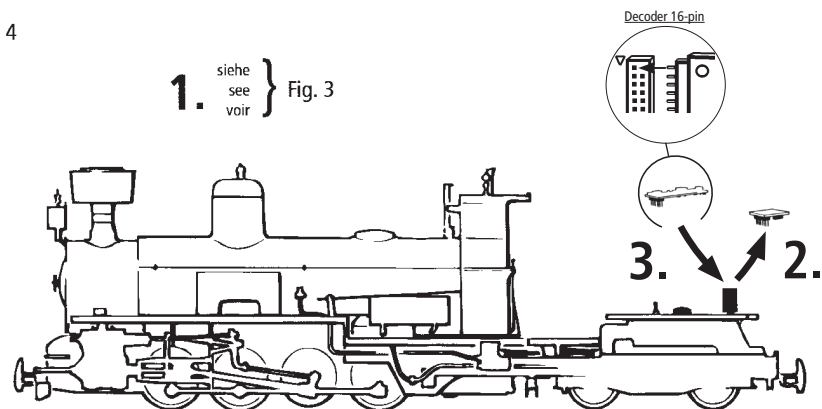

Fig. 5
**3. Haftreifenwechsel:** Zuerst Kurbelzapfen herausziehen (Fig. 5). Danach den Haftreifen mit einer Nadel oder einem feinen Schraubendreher abziehen. Beim Aufziehen des neuen Haftreifens darauf achten, dass dieser sich nicht verdreht.
**3. Change of traction tyre:** First pull out crank shaft pin (fig. 5). Remove tyre using a pin or a fine screwdriver. When pressing on the new traction tyre, please avoid twisting it
**3. Échange des bandages d'adhérence:** Retirer le pivot de manivelle (fig. 5). Délogez ensuite les essieux bandages et enlevez, à l'aide d'une aiguille ou d'un tourne-vis les bandages d'adhérence. Lors du montage des nouveaux bandages veuillez à ce que les bandages ne soient pas tordues